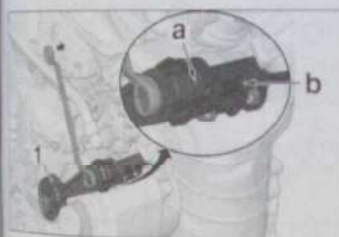

Fig. 1
Agir sur le tendeur dynamique (1) (Fig.1) dans le sens horaire, jusqu'à faire coïncider l'encoche (a) avec la pigne (b) ; puis appuyer sur la pigne (b), afin de l'enclencher dans l'encoche (a).
- Débloquer la roue de friction (2) d'entrée de pompe à eau en tirant sur la languette (f).
- Agir sur le tendeur dynamique (1) (Fig.1) afin que la pigne (b) reprenne sa position initiale.